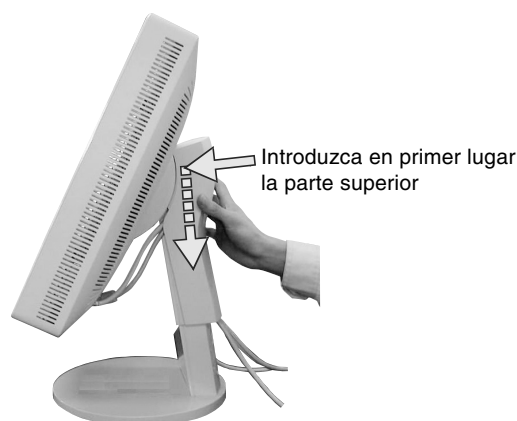
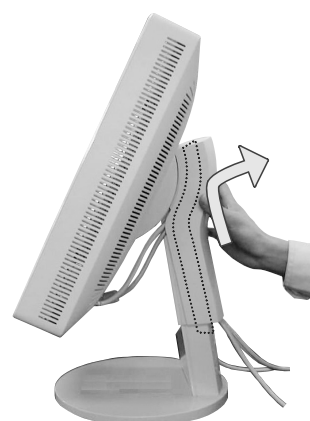

Figura D.1
Figura D.2
13. Sujete firmemente todos los cables y coloque la tapa de los cables sobre el soporte (figura D.1). Para quitar dicha tapa, levántela como se indica en la figura D.2.